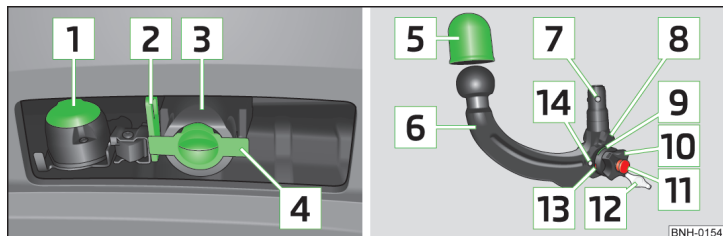

Abb. 100 Träger der Anhängervorrichtung / Kugelstange
Träger der Anhängervorrichtung und Kugelstange » Abb. 100
- Die Abdeckkappe für den Aufnahmeschacht **4** » Abb. 100 auf Seite 114 nach unten abziehen.